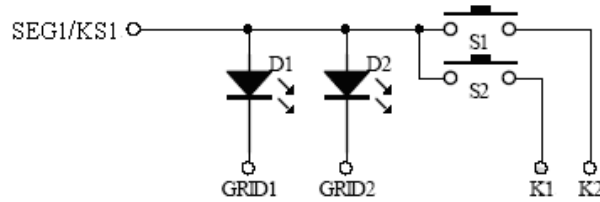

图14
1、在硬件上,可以将需要同时按下的键设置在不同的K线上面如图14所示